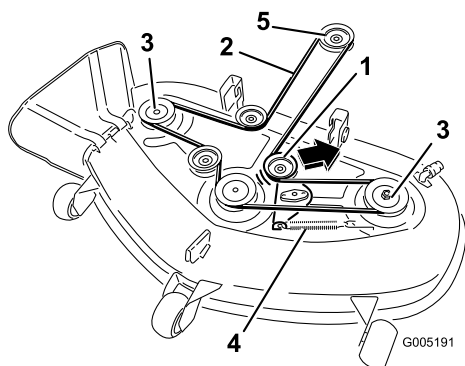

Figure 49
5. Tirez la poulie de tension dans la direction indiquée à la Figure 49 et retirez la courroie des poulies.
6. Acheminez la courroie neuve autour de la poulie du moteur (Figure 49).
7. Tirez la poulie de tension dans la direction indiquée à la Figure 49 et acheminez la courroie autour de la poulie de tension (Figure 49).